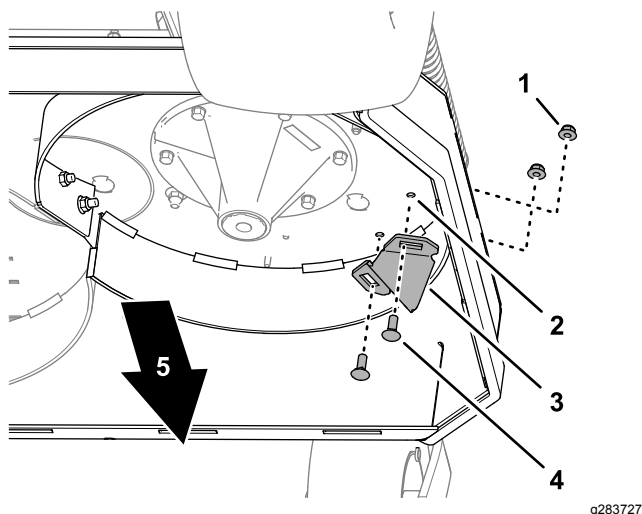

Figura 7
1. Sul lato inferiore sinistro del piatto di taglio, rimuovete i 2 bulloni a testa tonda ($\frac{3}{8}$ " x 1") e 2 dadi di bloccaggio flangiati ($\frac{3}{8}$ ") che fissano il raccordo dell'inserto al piatto di taglio e rimuovete il raccordo dell'inserto (Figura 7).